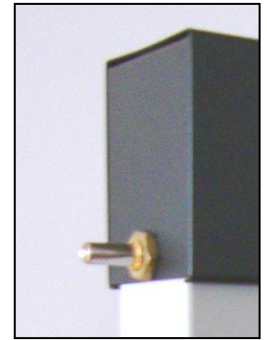

Bild 1 :
- Den Knopf der Zündsicherung drücken (Bild 1) und gedrückt halten. Das Gas strömt in den Brenner.
- Das Gas mit einer Flamme anzünden. Den Knopf der Zündsicherung (1). ca. 5 Sekunden gedrückt halten und dann langsam loslassen.